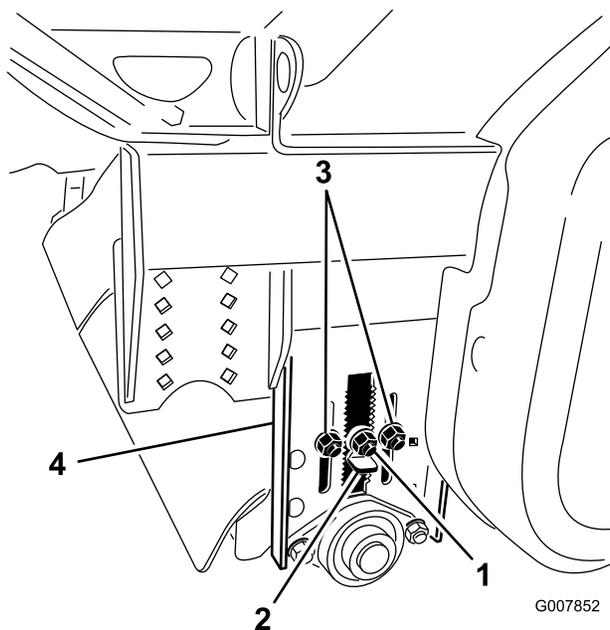

Figure 29
2. Desserrez le contre-écrou sur la clavette de réglage (Figure 29) afin de pouvoir la sortir d'environ 13 mm.
3. Desserrez les contre-écrous de réglage de hauteur de roulement (Figure 29).
4. Sortez la clavette de réglage de hauteur et montez ou abaissez le roulement arrière en faisant coulisser la plaque de réglage à la hauteur voulue (Figure 29).